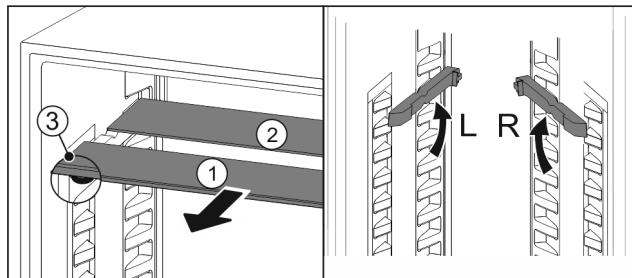

Fig. 26
- Vytiahnite sklené dosky jednotlivo dopredu Fig. 26 (1).
- ▷ Sklená doska Fig. 26 (1) s ozdobnou lištou leží vpred.
- ▷ Zarážky Fig. 26 (3) ukazujú nadol.